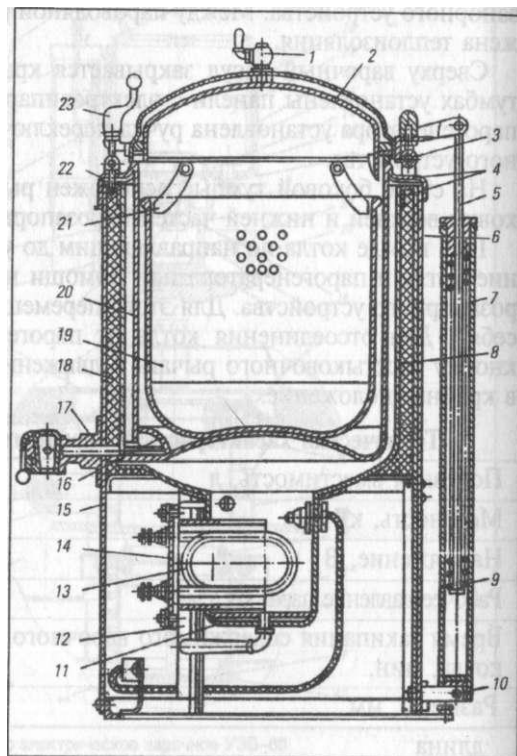

Рис. 9-8. Автоклав электрический АЭ-1
**Автоклав АЭ-1 (рис. 9-8).** Автоклав предназначен для варки блюд, требующих длительной тепловой обработки. Однако они не нашли широкого применения на предприятиях общественного питания. В настоящее время наша промышленность выпускает только стационарный неопрокидывающий электрический автоклав. Автоклав — это герметически закрывающийся варочный сосуд, в котором приготовление пищи осуществляется под давлением, превышающим атмосферное.